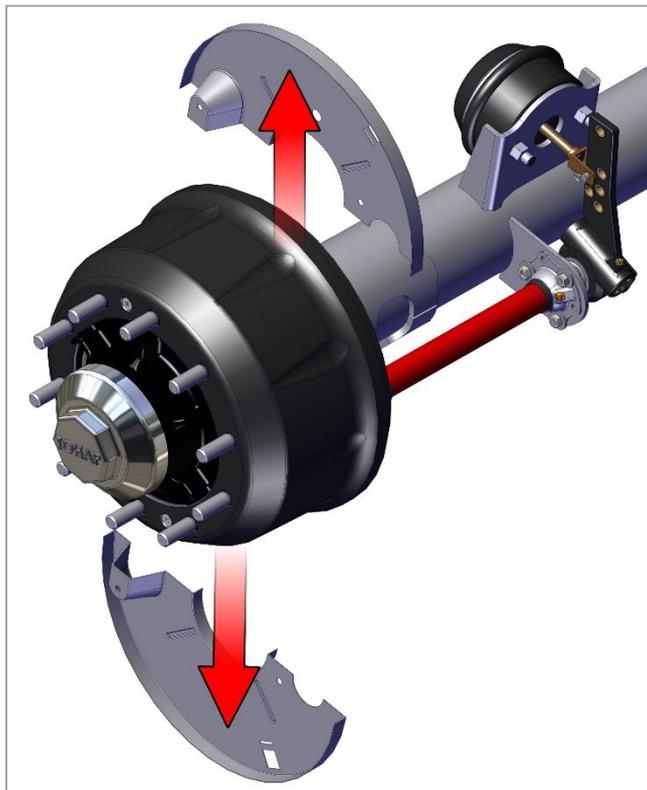

Рис. 12. Снятие грязезащитных щитков.
1) Снимите грязезащитные щитки тормозного барабана (Рис. 12).